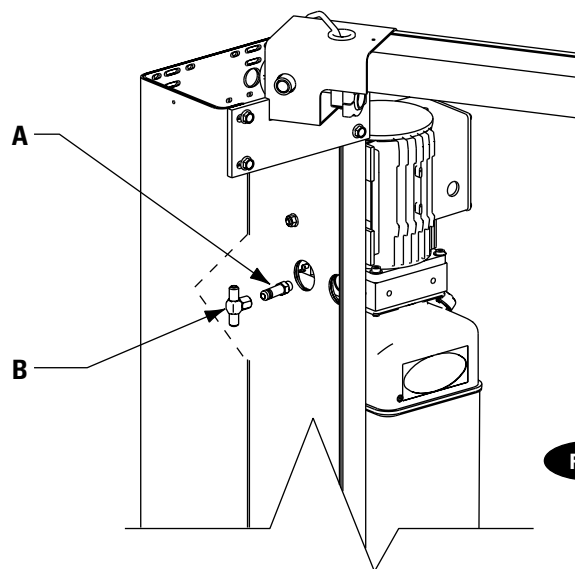

Fig. 16
13. Gruppo generatore del ponte di sollevamento per ponti di sollevamento della serie E: Inserire (2) viti cilindriche esagonali da 5/16"-18NC x 1-1/2" attraverso i fori alti della staffa di montaggio del gruppo generatore usando dei blocchetti antivibrazione per tenerle in posizione, fig. 14. Montare i dadi flangiati da 5/16"-18NC fino a quando la parte terminale della vite non è a filo con la parte terminale del dado. Montare i dadi flangiati fino a quando la parte terminale della vite non è a filo con la parte terminale del dado. Montare l'azionamento sulla prolunga della colonna, fig. 15. Fare scorrere la combinazione bullone/dado nella parte superiore dei fori e in giù verso il fondo della fessura. Montare le viti cilindriche a testa esagonale, i blocchetti antivibranti e le viti cilindriche a testa esagonale flangiata nei fori inferiori del gruppo generatore e stringerle. (Assicurarsi di posizionare i blocchetti antivibranti fra il gruppo generatore e la prolunga della colonna). Stringere la vite cilindrica a testa esagonale e il dado superiore. Montare e stringere a mano la prolunga di collegamento verso la pompa, fino a quando l'O-ring non sia in posizione, fig. 16. Serrare quindi ulteriormente il controdado a 14 - 20Nm (1,4 - 2,1kg-m), oppure fino a quando il dado e la rondella di sicurezza raggiungono il distributore di pompaggio.
Installare un raccordo girevole femmina alla prolunga maschio, fig. 16. Per fissare il raccordo girevole femmina alla prolunga maschio, usare la procedura di serraggio a cartella.
Dettaglio fig. 16